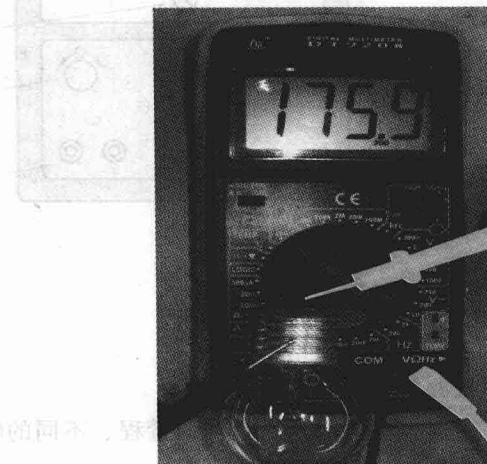

图 1-12 测量灯泡电阻
5) 测量灯泡电阻: 将红、黑表笔接于灯泡的两端 (见图 1-12)。